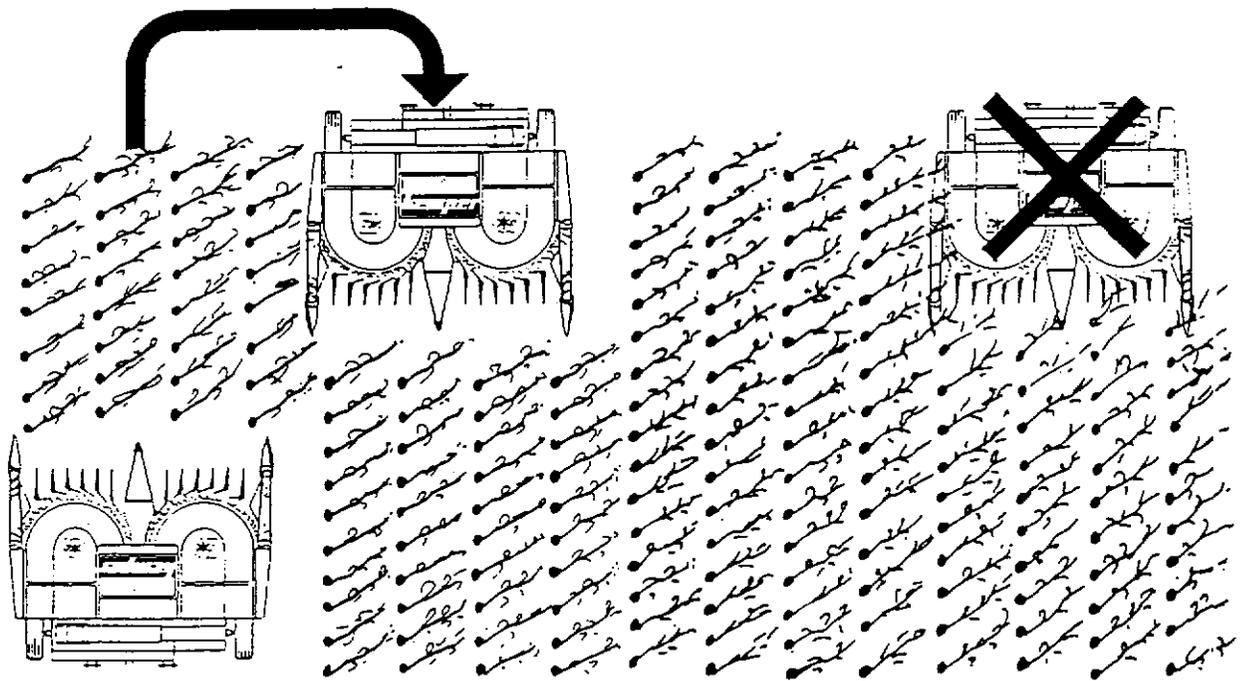

Bild 17
5. In den meisten Fällen ist es am Besten, den Bestand quer zur Lagerichtung anzufahren (siehe Bild 17). In schwierigen Verhältnissen wird im Wendeverfahren geerntet (wie mit dem Drehflug). Wenn man mit dem Halmteiler den Lagermais anhebt, entstehen vor den Einzugsstrollen zwei Fließrichtungen.